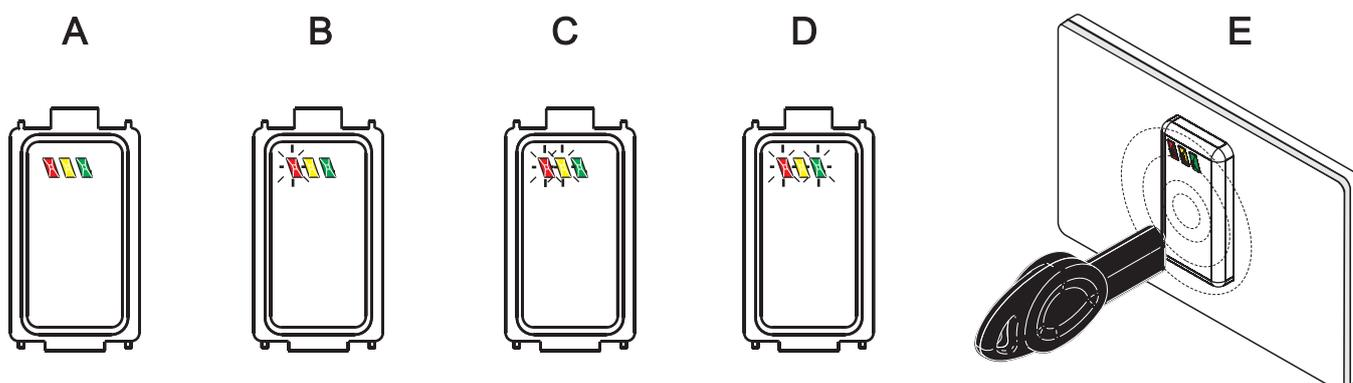

Figura 5 Desconexión/conexión con el Lector ECLIPSE 2.
1. Acercar la Llave al área sensible del Lector: los indicadores comenzarán a encenderse de forma alternada a intervalos de 2 segundos, como se muestra en la Figura 5.